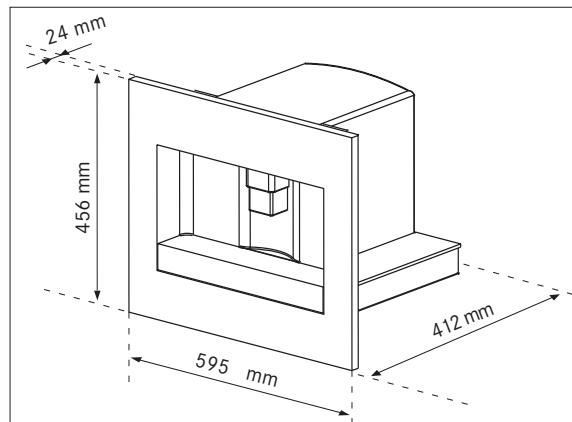

Рис. 1
- Проверьте минимальные размеры, требуемые для правильной установки прибора (Рис. 1, 2 и 3).